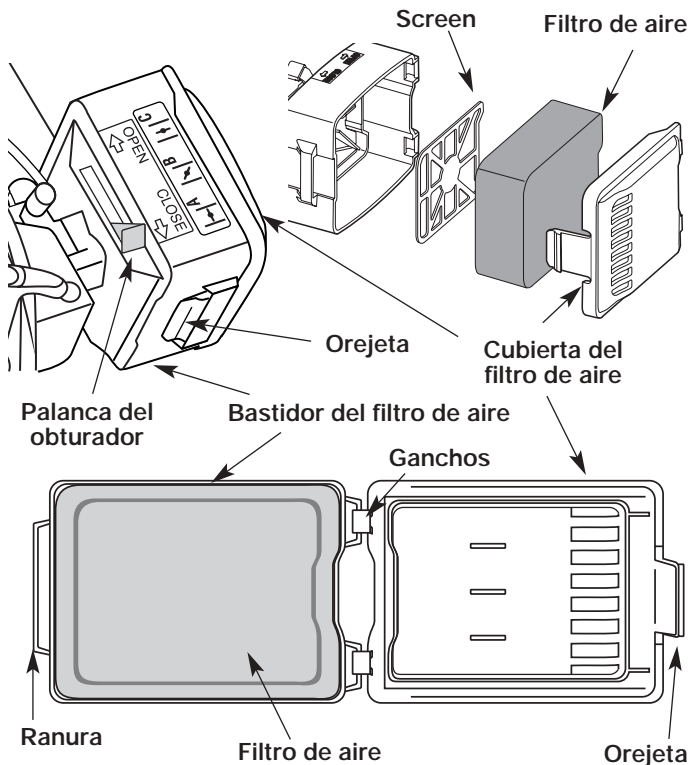

Fig. 22
1. Abra la cubierta del filtro de aire. Empuje la orejeta del lado izquierdo de la cubierta hacia adentro, gire la cubierta del filtro de aire hacia afuera y sepárela del bastidor del filtro de aire (Fig. 22).
2. Saque el filtro de aire y la pantalla que está detrás del mismo (Fig. 22).
6. Cambie el filtro de aire y la pantalla (Fig. 22).
7. Vuelva a instalar la cubierta del filtro de aire. Coloque los ganchos del lado derecho de la cubierta del filtro de aire dentro de las ranuras del lado derecho del bastidor del filtro de aire (Fig. 22).
8. Gire la cubierta hacia la izquierda hasta que la orejeta de la cubierta del filtro de aire se trabe en su lugar en la ranura del lado izquierdo del bastidor del filtro de aire (Fig. 22).